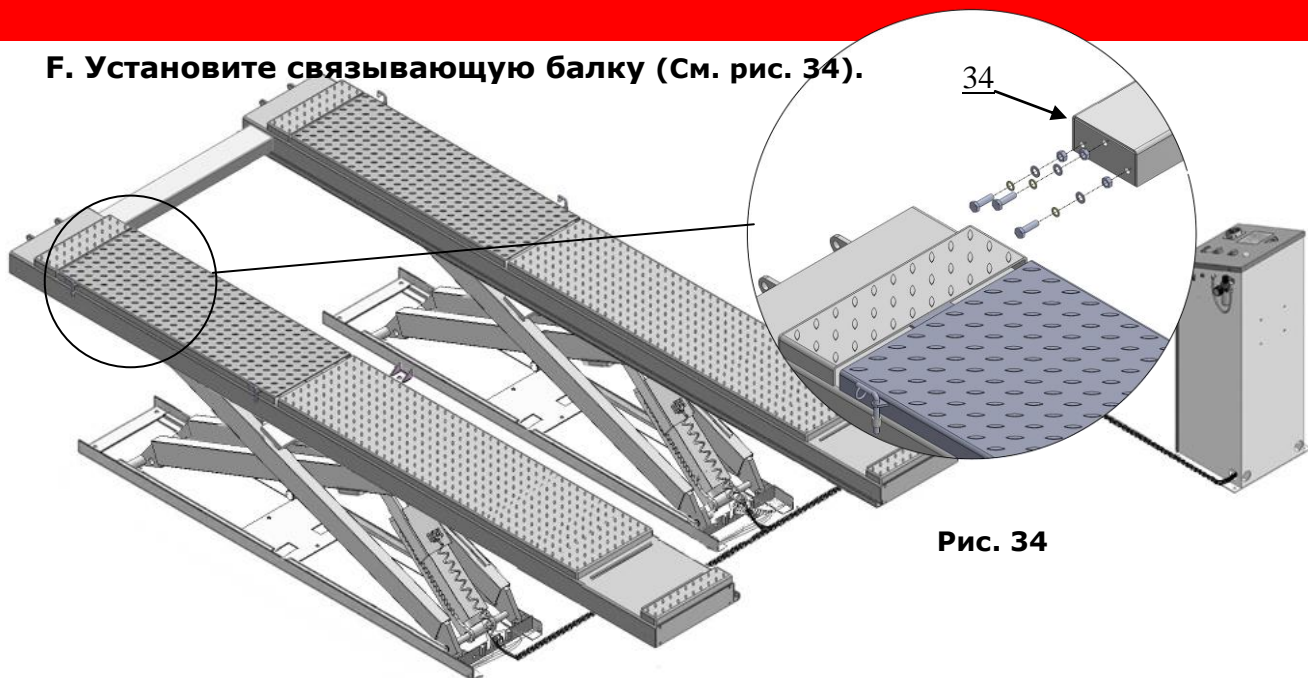

Рис. 34
**Ф. Установите связывающую балку (См. рис. 34).**